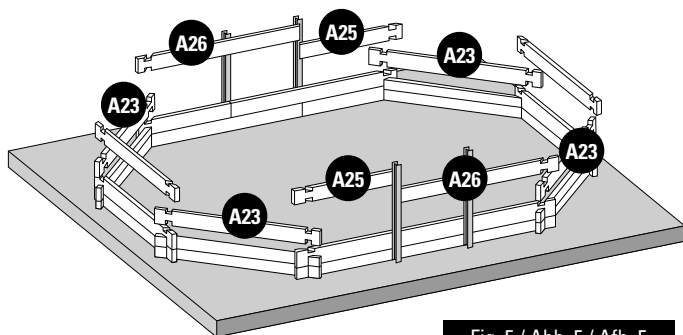

Fig. 5 / Abb. 5 / Afb. 5
- EN** **3rd LAYER OF BOARDS:** Install the third layer of boards as shown in figure 5. The position of the refilling fitting with the key and the skimmer should be defined at the start of the assembly (read the specific paragraphs).
- FR** **3^{ÈME} RANGÉE MADRIERS :** Positionnez les madriers de la 6ème rangée conformément à la figure 5. Vous devez avoir déterminé l'emplacement de la buse de refoulement et du skimmer dès le début du montage (voir paragraphes espécifiques).
- DE** **3. BRETTREIHE:** Platzieren Sie die Bretter der dritten Reihe laut Abb. 5. Zu Beginn der Montage müssen Sie die Lage des Druckventils und des Skimmers festlegen (lesen Sie hierzu die entsprechenden Abschnitte).
- NL** **3ª RIJ PLANKEN:** Plaats de planken van de derde rij zoals te zien is op afbeelding 5. U moet al bij aanvang van de montage bepalen op welke plaats het uitstroombmondstuk en de skimmer moet komen (less de betreffende paragrafen).